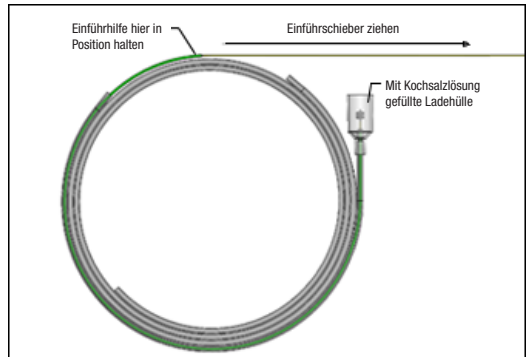

Abbildung 5 – Zum Zurückziehen des Implantats den Einführschieber nach proximal ziehen
16. Mit einer Hand die grüne Einführhilfe festhalten, den Einführschieber greifen und vorsichtig nach proximal ziehen, um das Implantat zurückzuziehen (siehe Abbildung 5).